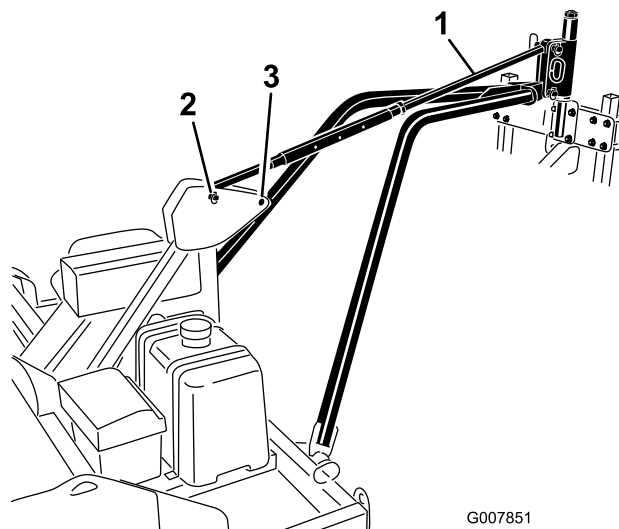

Figura 14
5. Alinee el taladro de la placa de enganche del brazo de tiro con los taladros inferiores del enganche pivotante del aireador (Figura 14). Sujete la placa de enganche del brazo de tiro al enganche pivotante del aireador con un pasador de enganche y un pasador de seguridad.
y el enganche pivotante del bastidor con pasadores de enganche y pasadores de seguridad (Figura 14).